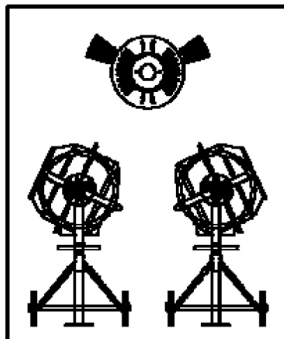

Fig.13
- Positionnez l'axe du tambour pour le chargement du béton comme indiqué sur la Fig.13.